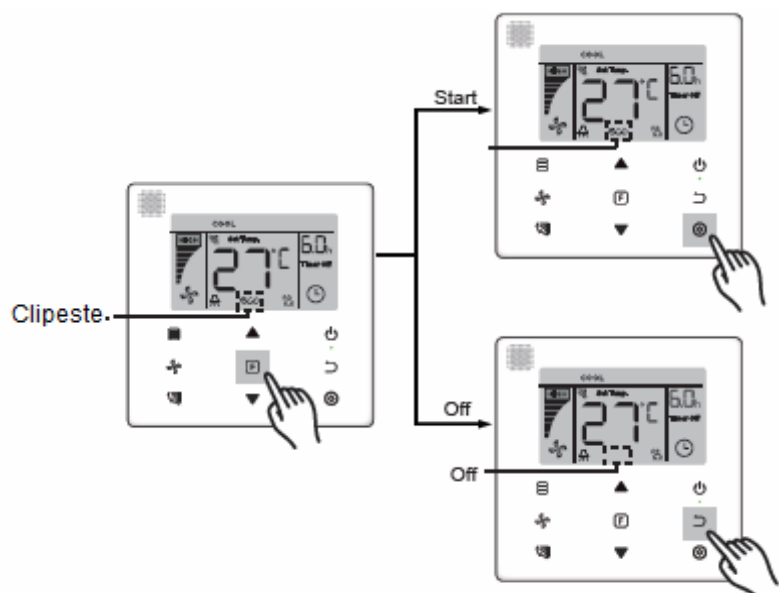

Figura 6.14
- **Pornirea /oprirea functiei „ECO”** (ecologica): Apasati butonul **F** (Functie) pentru a comuta pe functia „**ECO**” (ecologica) ("eco" clipeste), si apasati butonul **☺** (confirmare) pentru a porni functia sau butonul **↶** (Anulare) pentru a opri functia (consultati Figura 6.14).